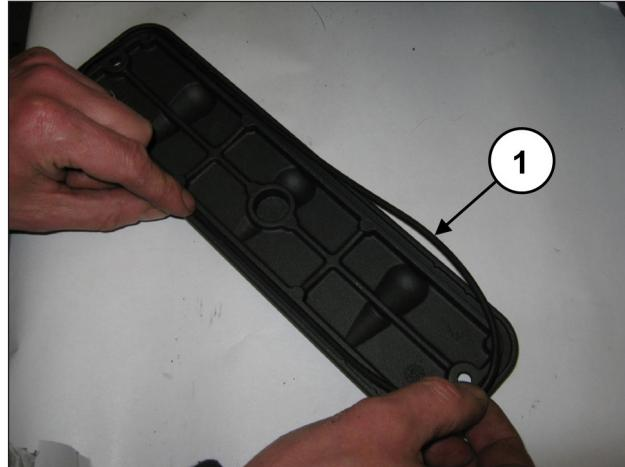
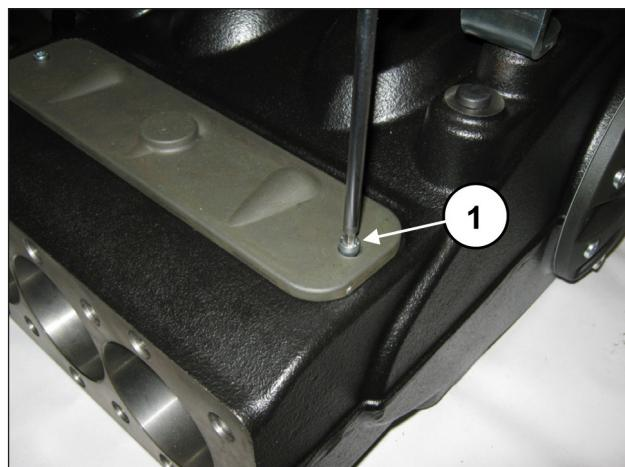

Fig. 191
Fig. 192
Poser le joint torique (rep. ①, Fig. 191) sur les couvercles d'inspection et monter les couvercles à l'aide de 2 vis M6x14 (rep. ①, Fig. 192) et 2 vis M6x40.